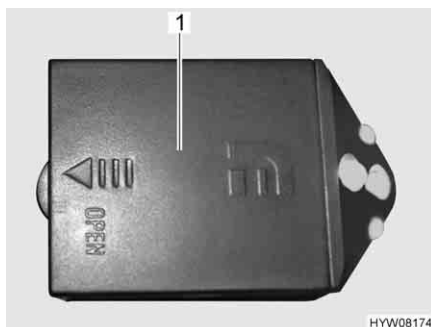

Fig. 132 Luci armadi guardaroba
- Spingere in direzione della freccia e rimuovere il coperchio (Fig. 132,1) delle luci armadi guardaroba.